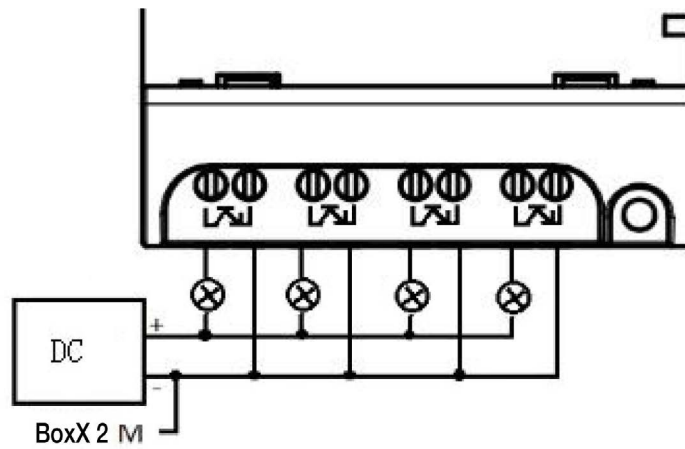

Abbildung 2.10 Transistorausgang (Typ D)
3. Der Anschluss vom Typ D ist in Abbildung 2.10 dargestellt: